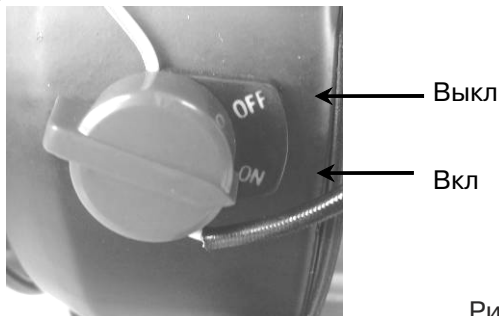

Рис.10
3. Включите зажигание переключателем в положение "ON". См. рис. 10.
Поверните переключатель в положение «OFF». (Рис. 10)